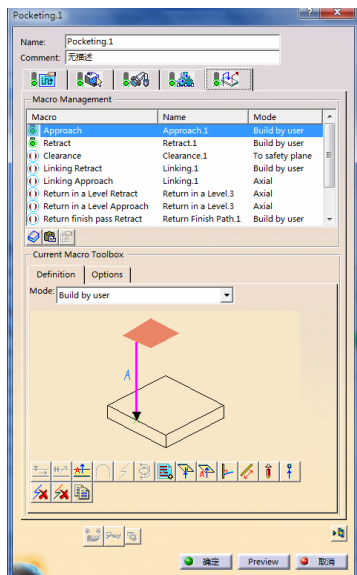

图 3-85 设置“Approach”参数（4）
- 在“Macro Management”区域的列表框中选择“Approach”，单击鼠标右键，在弹出的快捷菜单中选择 Activate 命令，在“mode”下拉列表中选择“Build by user”，依次单击按钮和按钮，设置“Approach”参数（4）如图 3-85 所示。